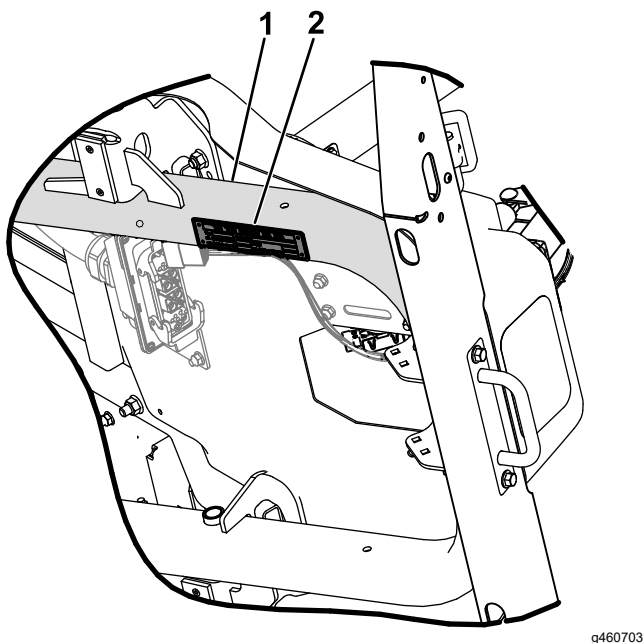

Bild 36
3. Wischen Sie die Unterseite des Rahmens und des Typenschilds mit einem in Alkohol getränkten Tuch ab (Bild 36).